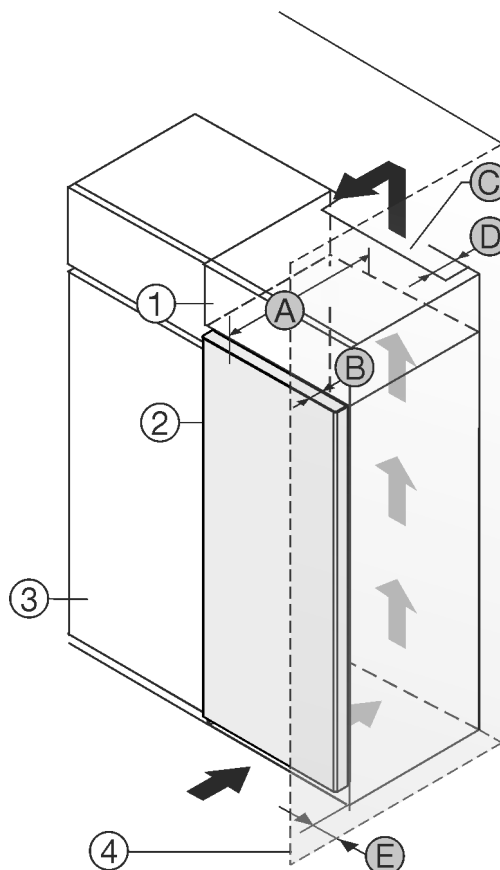

Fig. 1
- (1) 附加柜 *
- (2) 冰箱 *
- (3) 餐具柜 *
- (4) 墙壁 *
- (A) 冰箱深度 *
- (B) 门深度 *
- (C) 通风横截面 *
- (D) 冰箱背面间距 *
- (E) 到冰箱侧面的间距 *
您可以将冰箱直接放置在餐具柜 Fig. 1 (3) 旁边。*
在附加柜背面必须有一个竖风道，其深度 Fig. 1 (D) 应超过整个附加柜宽度。*
盖板下必须保有通风横截面 Fig. 1 (C)。*
如果将带铰链的冰箱放置在墙壁 Fig. 1 (4) 边，冰箱和墙壁必须至少相距 13 mm。*
为了能完全打开门，冰箱必须凸出橱柜正面一定门深度 Fig. 1 (B)。根据餐具柜 Fig. 1 (3) 的深度，使用壁距调整垫片可以使冰箱更为凸出。*